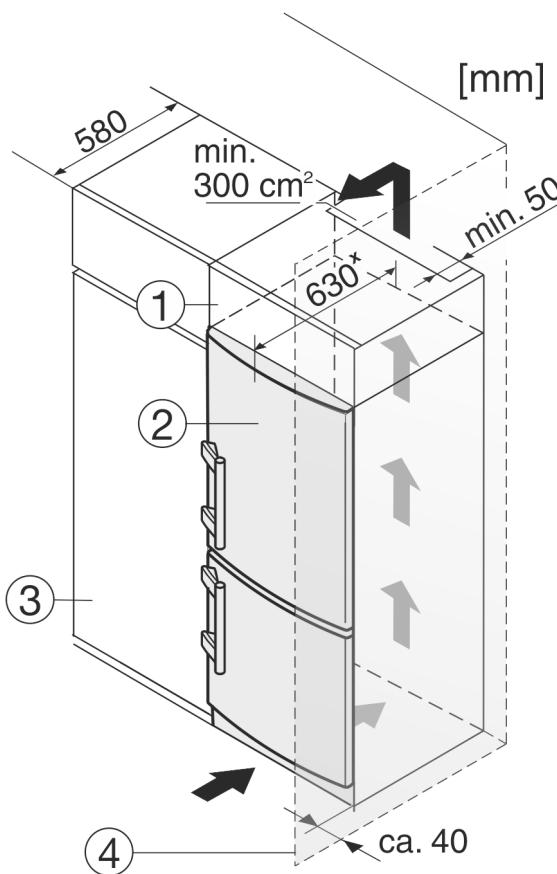

Fig. 9
Zariadenie môže byť zabudované medzi kuchynskými skriňami. Aby sa zariadenie Fig. 9 (2) prispôsobilo výške kuchynskej linky, môže sa nad zariadením umiestniť nadstavná skrinka Fig. 9 (1).
Pri vstavaní s kuchynskými skriňami (hlbka max. 580 mm) je možné zariadenie inštalovať priamo vedľa kuchynskej skrine Fig. 9 (3). Zariadenie vyčnieva nabok 34 mm × a v strede zariadenia 50 mm × oproti prednej časti kuchynskej skrine.
Ak je zariadenie umiestnené so zavesením vedľa steny Fig. 9 (4), vzdialosť medzi zariadením a stenou musí byť minimálne 40 mm. To zodpovedá presahu držadla pri otvorených dverách.